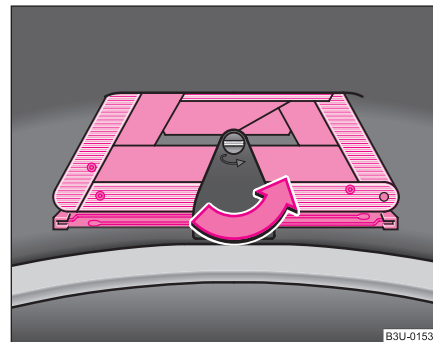

Fig. 184 Triunghi de avertizare în capatul portbagajului
- Pentru scoaterea triunghiului de avertizare roțiți încuietorea în sensul indicat de săgeată ⇒ fig. 184 și rabateți suportul în jos. ■